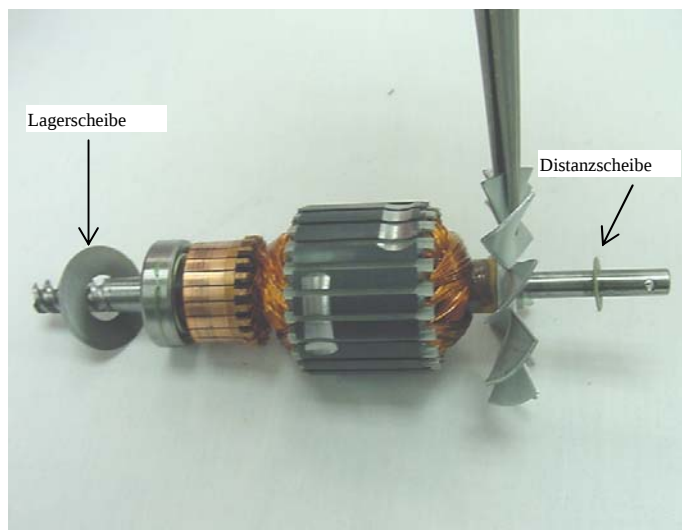

Abb. 38: Lüfterflügel des Ankers prüfen und verbogene Flügel richten.
G. Lüfterrad prüfen und verbogene Flügel richten (Abb. 38). Wird der Anker ersetzt, die Scheiben vom alten Anker an die entsprechenden Enden des neuen übernehmen. Einen Tropfen Loctite auf den Außenring des Kugellagers geben und den Anker in das Motorgehäuse einsetzen (Abb. 39). Falls erforderlich, die Ankerwelle mit einem nichtmetallischen Hammer leicht eintreiben, bis das Lager korrekt sitzt.